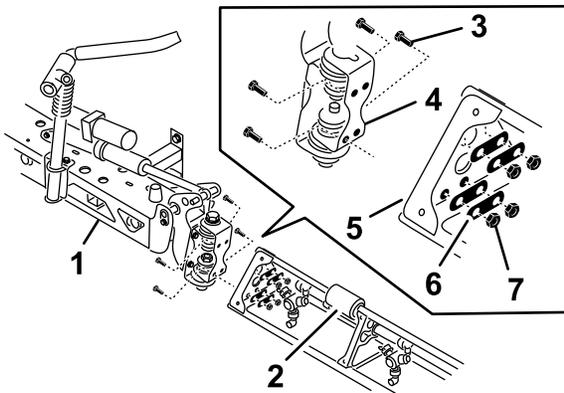

Рисунок 30
2. Поверните каждый кронштейн поворота в конце средней секции стрелы так, чтобы кронштейны были выровнены вертикально (Рисунок 30).
4. Установите пластину шарнира на треугольную пластину с помощью 4 болтов с фланцевыми головками, 4 опорных пластин и 4 фланцевых контргайек, снятых при выполнении пункта 1, как показано на Рисунок 30.
6. Совместите конец штока подъемного цилиндра стрелы с отверстиями в выступе кронштейна поворота (Рисунок 30).
7. Прикрепите конец штока к кронштейну шарнира с помощью штифта и шплинта (Рисунок 30).